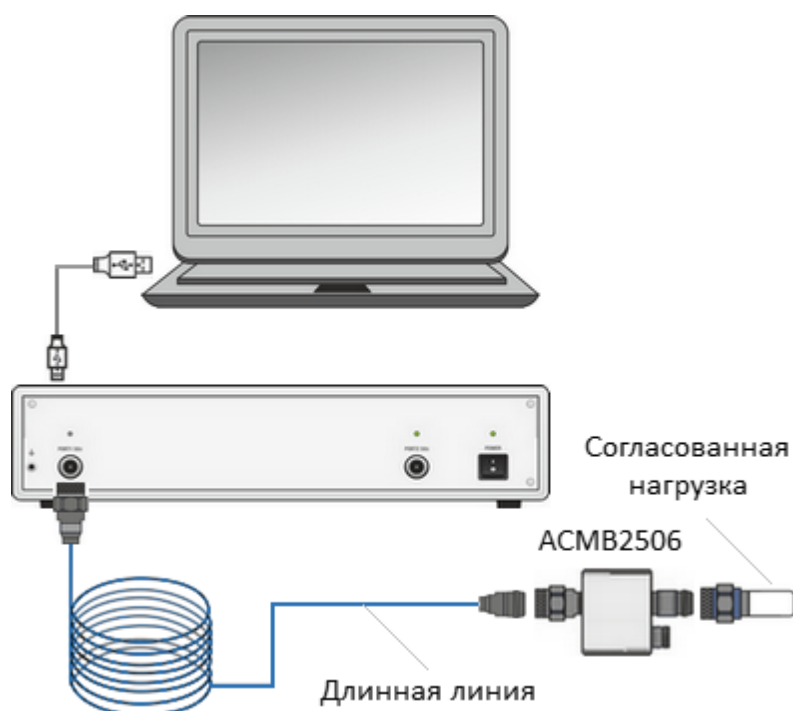

Рисунок 33 – Схема включения модуля для измерения S-параметров длинной линии
- 3 Подключите один соединитель длинной линии к калиброванному порту анализатора; второй, удаленный – к порту модуля (см. рисунок 33).